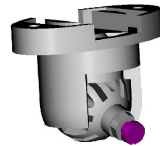

Рисунок 2 – Основание извещателя и кронштейн
- снимите крышку извещателя, отжав при помощи отвертки фиксатор крышки через отверстие, расположенное в нижней части основания извещателя (рисунок 2);
- просверлите в основании извещателя отверстия (см. рисунок 2), которые будут использоваться для прокладки проводов и крепления извещателя;